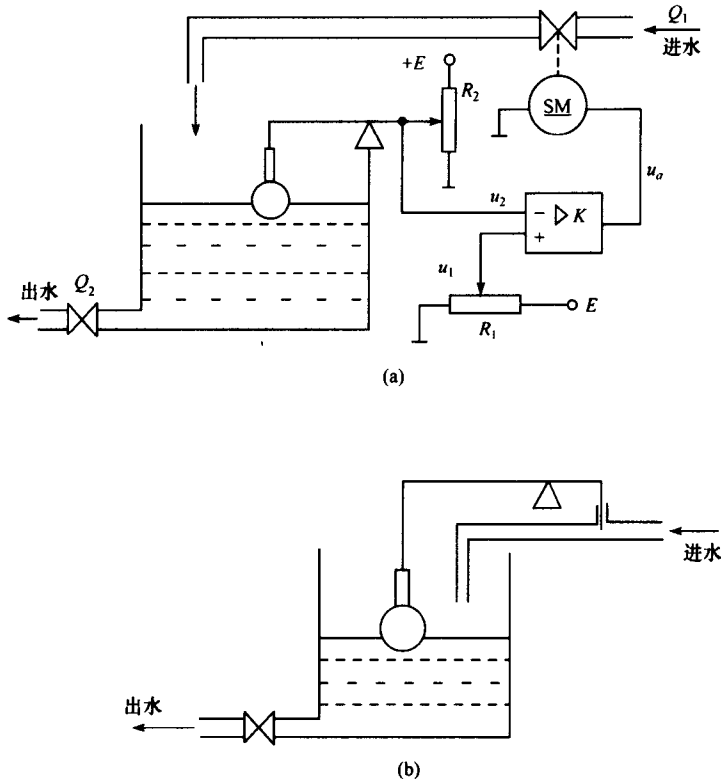

图 1-2 水位控制系统
7. 图 1-2 为两个液位控制系统。SM 是直流伺服电动机。指出控制对象、控制元件、被控变量、扰动量和参考输入, 绘出系统的元件框图。产生恒值扰动后, 图 1-2(a)、(b)中哪一个系统必然存在误差? 为什么?